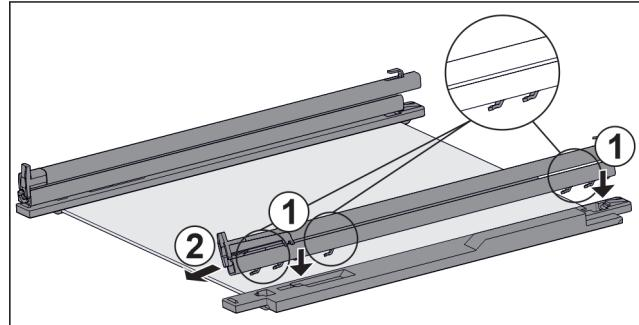

Fig. 132 Glasplatte mit Schienen und Halteteilen
teils setzen. Fig. 132 (1)
► Schiene nach vorne ziehen. Fig. 132 (2)